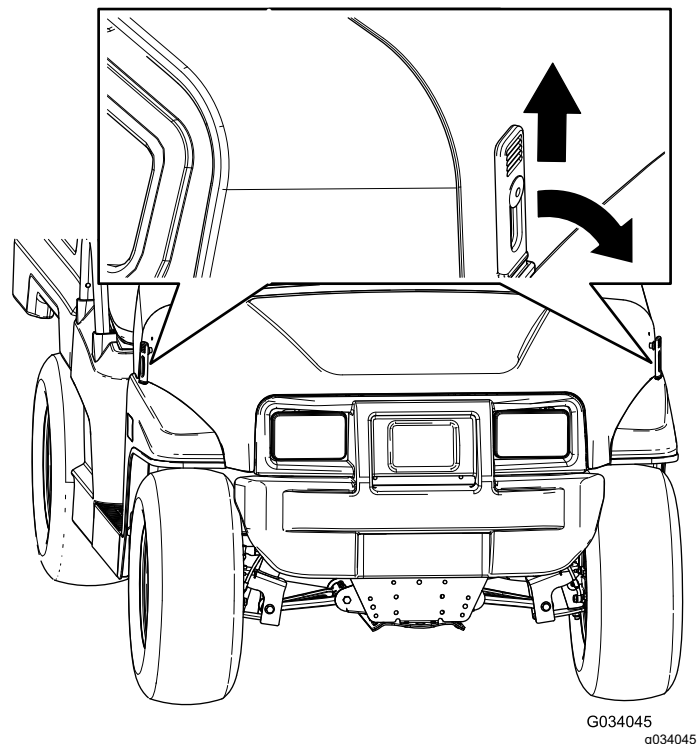

Figura 29
1. Sollevate l'impugnatura dei fermi in gomma su ciascun lato del cofano (Figura 29).
2. Fissate il cofano allineando i fermi in gomma sugli ancoraggi dei fermi su ciascun lato del cofano (Figura 29).